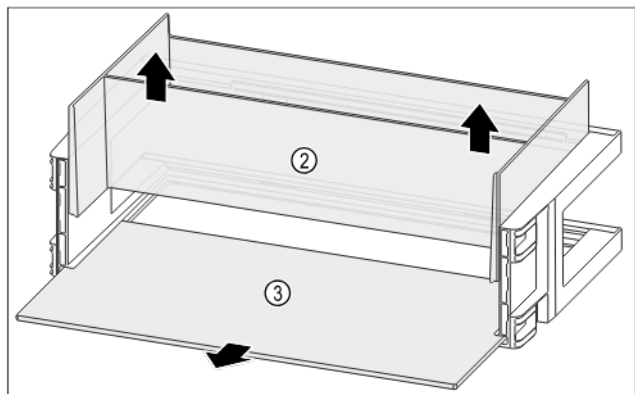

Fig. 132
- Wyjąć organizmer Fig. 132 (2) do góry.
- Wyjąć półkę Fig. 132 (3).